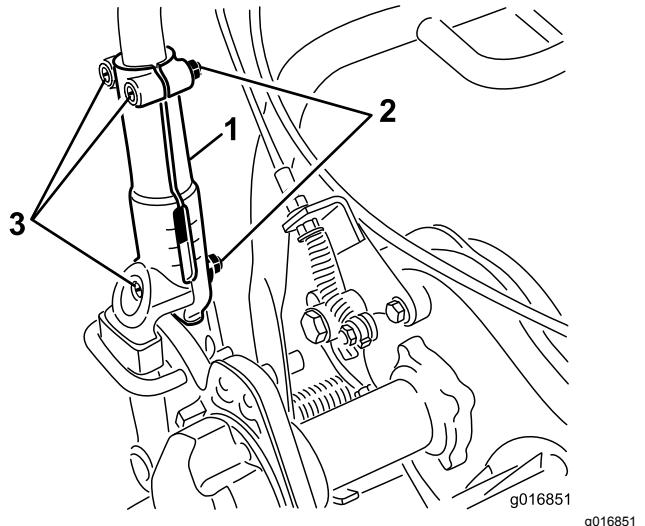

Рисунок 31
1. Ослабьте 3 каретных болта и гайки, фиксирующие в зажимах каждую сторону рукоятки (Рисунок 31).